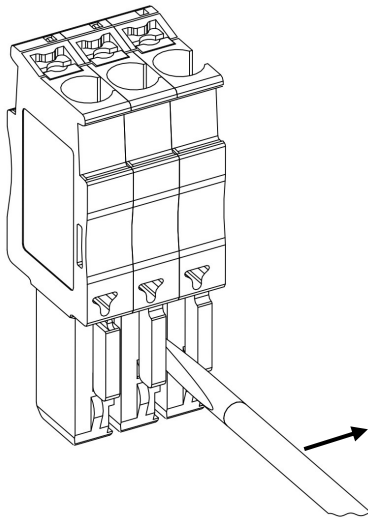
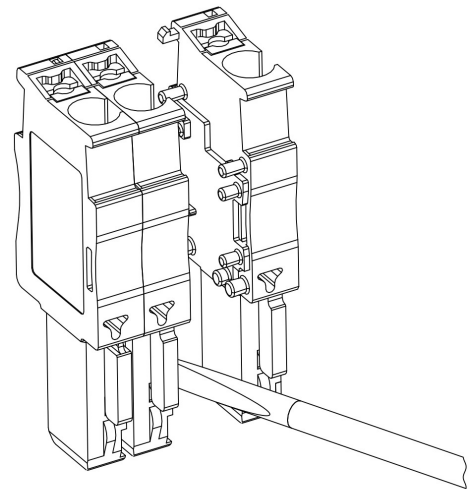

Рисунок 24 – отвертка между двумя штекерами
Рисунок 25 – штекер, отсоединенный от блока
- Чтобы разъединить штекеры, вставьте плоскую отвертку между двумя штекерами и, отведя отвертку влево или вправо, разъедините штекеры (рис. 24; рис. 25).